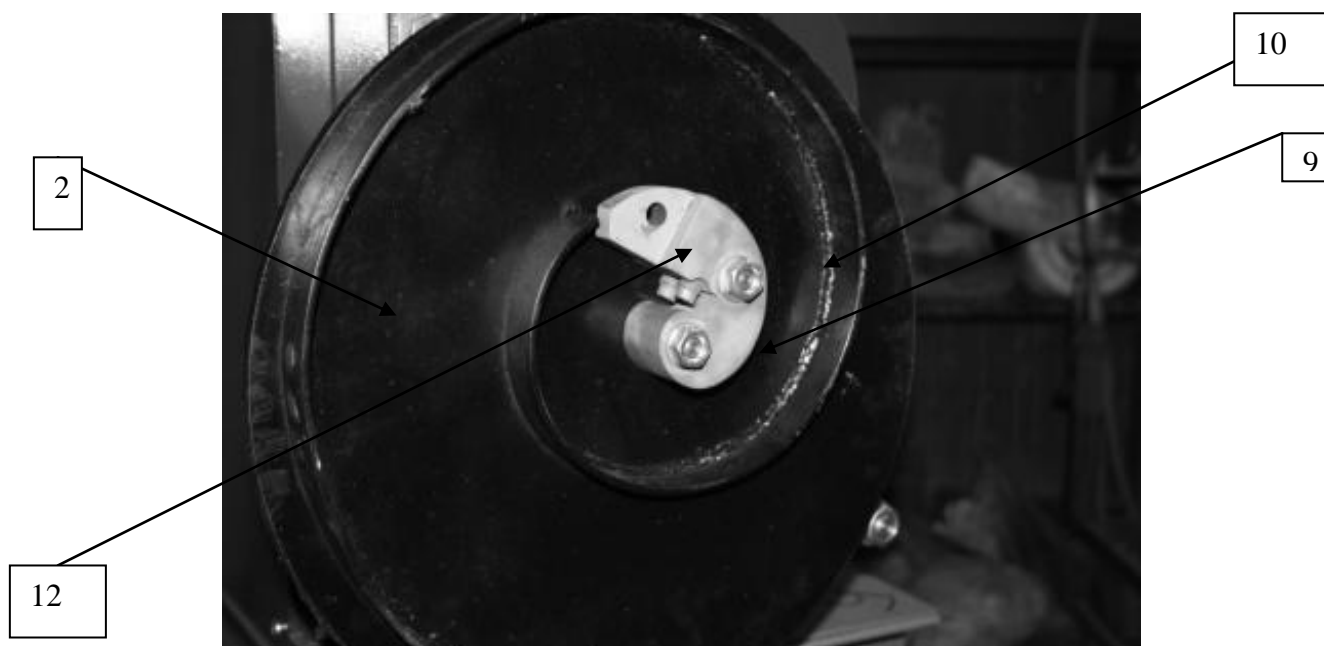

Рис. 16. Установка мега-лекала.
2. Устанавливаем мега-лекало 2 и центральную часть лекала сборного 12 рис. 16.
3. Закрепляем конструкцию через шайбу 10 гайкой 9 рис. 16..